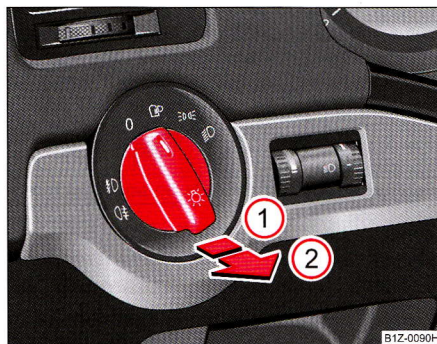

Fig. 41 Tabloul de bord: Înterupătorul de lumină
La autovehiculele cu **volanul pe dreapta** ordinea aranjării Înterupătoarelor diferă parțial față de ⇒ fig. 41 ordinea prezentată. Simbolurile de Înterupătoare sunt totuși aceleași.
- Rotiți întrerupătorul ⇒ pagina 62, fig. 41 în poziția .
La autovehiculele cu comandare automată a luminilor puteți lăsa comutatorul de lumini și în poziția  ⇒ pagina 62, fig. 41. Funcția Coming-Home este comandată de la senzorul din suportul oglinzii retrovizoare interioare. Când intensitatea luminii este mai mare decât valoarea stabilită, funcția Coming-Home nu se va activa după luarea contactului.